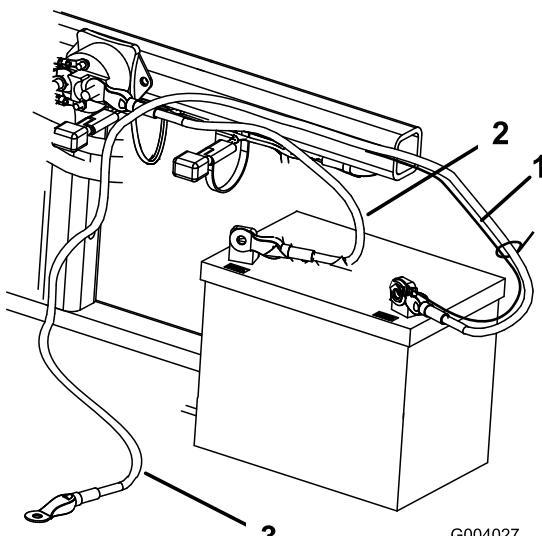

Figura 5
2. Fissate il cavo positivo (rosso) al morsetto positivo (+) con un bullone ($\frac{1}{4}$ " x $\frac{5}{8}$ ") e un dado di bloccaggio (Figura 5).
3. Fissate il cavetto nero e il cavo negativo (nero) al morsetto negativo (-) della batteria con un bullone ($\frac{1}{4}$ " x $\frac{5}{8}$ ") e un dado di bloccaggio ($\frac{1}{4}$ "). (Figura 5).